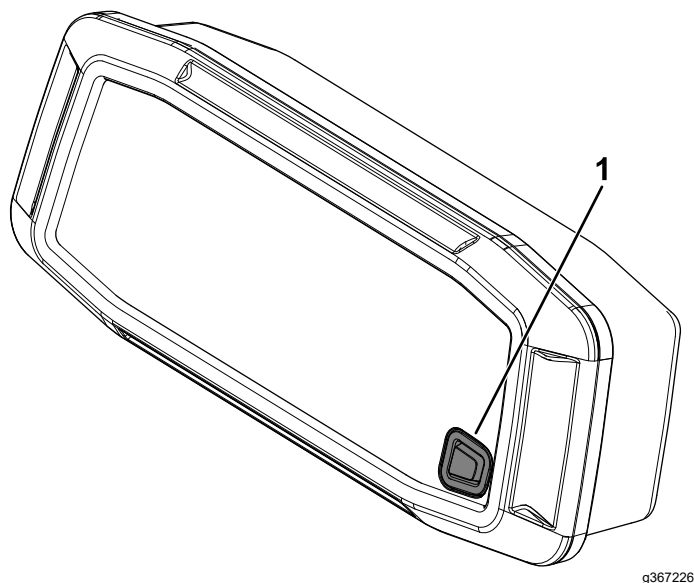

Figure 85
1. Appuyez sur le bouton (Figure 85) pendant au moins 10 secondes.